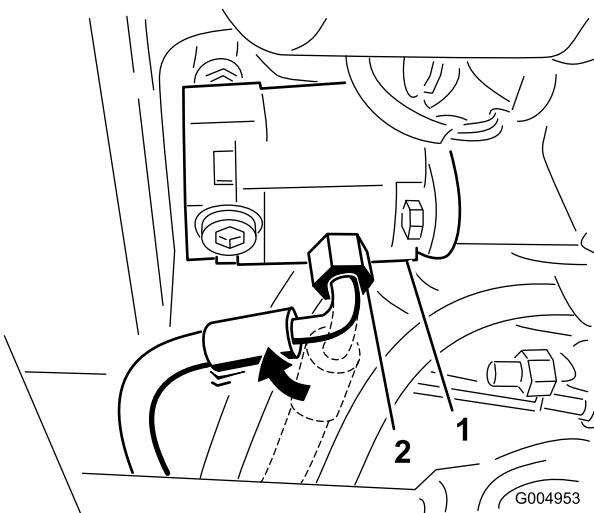

図 43
5. ポンプについている圧力側ホース用のフィッティングをゆるめて45度回転させ、車体前方を向ける図 43。
注図 43 は、トランクションユニットを下から見た図です。